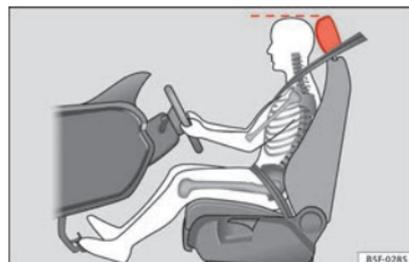

Fig. 75 Position correcte de l'appuie-tête du conducteur
- Réglez l'appui-tête de sorte que le bord supérieur de celui-ci soit à la même hauteur que la partie supérieure de votre tête » fig. 75.